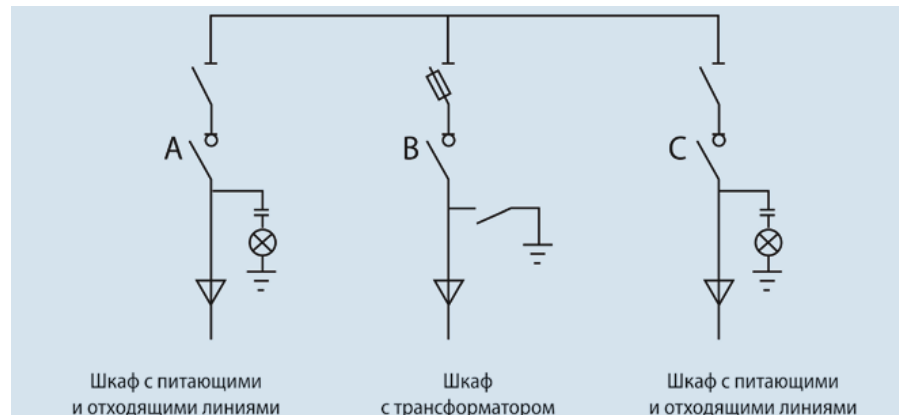

Рис. 5.2 Электрическая схема
5.3 Система снабжения состоит из трех блоков (см. рис.5.2). Когда одна из линий выходит из строя, она отключается и потребители получают электроэнергию по другой, резервной линии. Трансформатор может быть изолирован с помощью секционной ячейки и выведен в ремонт. Допускаются различные расположения секционных ячеек. Существуют различные схемы цепей ячейки в зависимости от пожеланий заказчика.